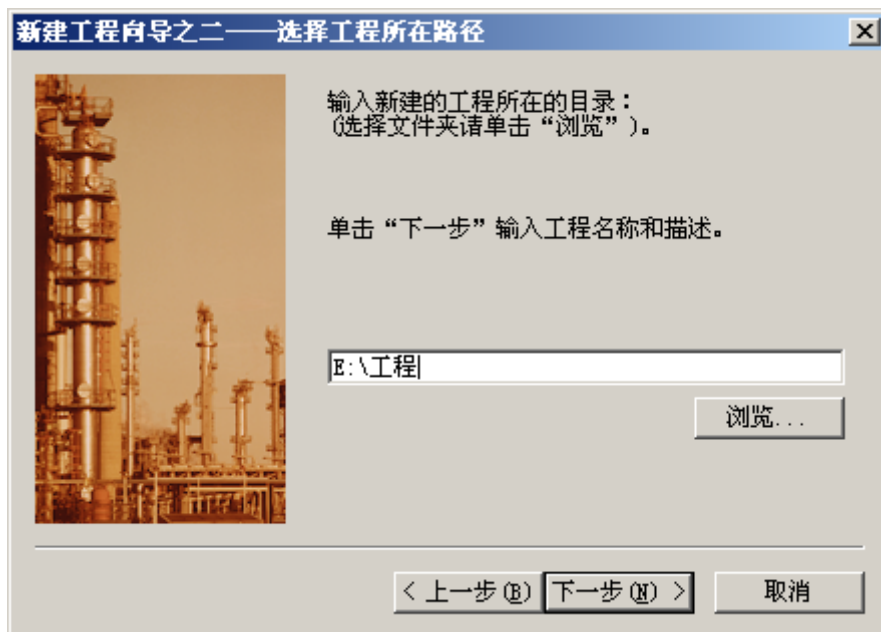

图 3-3 “新建工程向导之二”对话框
(2) 单击“下一步”按钮，弹出“新建工程向导之二——选择工程所在路径”对话框，单击“浏览”按钮，选择所要新建工程存储的路径，如图 3-3 所示。